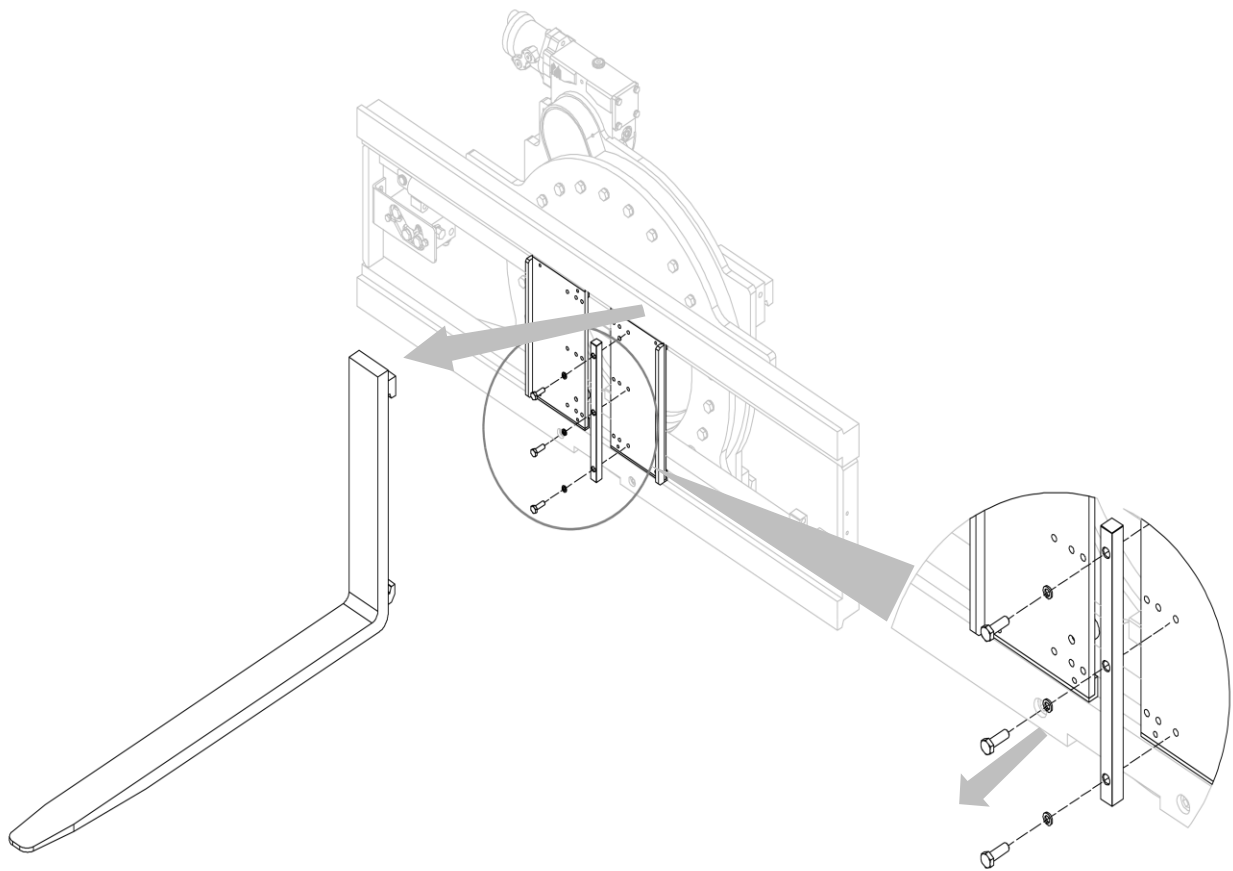

Figura 32
2. Rimuovere le forche dopo aver rimosso i relativi fermi forca (vedi *Figura 32*).